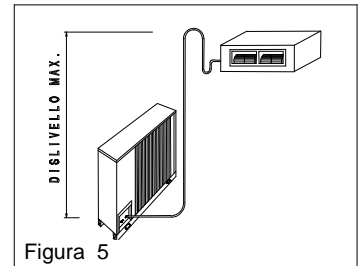

Figura 5
- Se l'unità motocondensante è posizionata più bassa rispetto all'unità evaporante, (figura 5) prevedere un sifone di altezza pari al pacco della batteria per prevenire, durante il fermo macchina un ritorno di liquido al compressore.